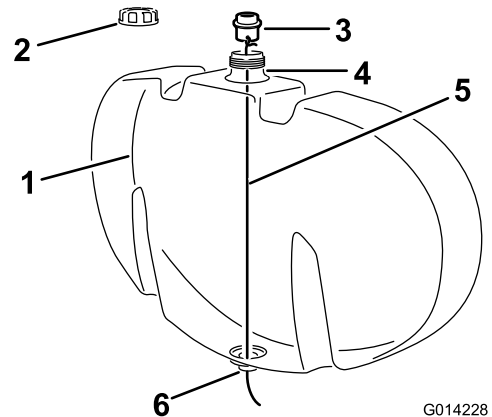

图2
- B. 将长度超过水箱高度的金属丝系在隔板接头（图2）其中一个固定叉孔中。
- C. 卸下冲洗水箱加水口盖（图2）。
- D. 通过水箱加水口的开口将金属丝伸进去，穿过水箱（图2）底孔。